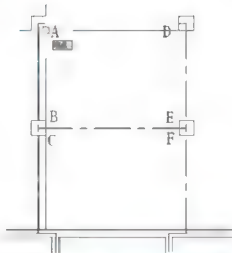

图 2.58 绘制 AD 墙的正确操作
(6) 按 Enter 键重复【多线】命令。
① 在指定起点或 [对正(J)/比例(S)/样式(ST)]: 提示下, 捕捉 D 点。
② 在指定下一点或 [闭合(C)/放弃(U)]: 提示下, 将光标水平向左拖动, 然后捕捉 A 点(图 2.58), 并按 Enter 键结束命令, 绘制出 DA 墙。
(7) 按 Enter 键重复【多线】命令。
① 在指定起点或 [对正(J)/比例(S)/样式(ST)]: 提示下, 捕捉 E 点。
② 在指定下一点或 [闭合(C)/放弃(U)]: 提示下, 将光标垂直向上拖动, 然后捕捉 D 点并按 Enter 键结束命令, 绘制出 ED 墙。